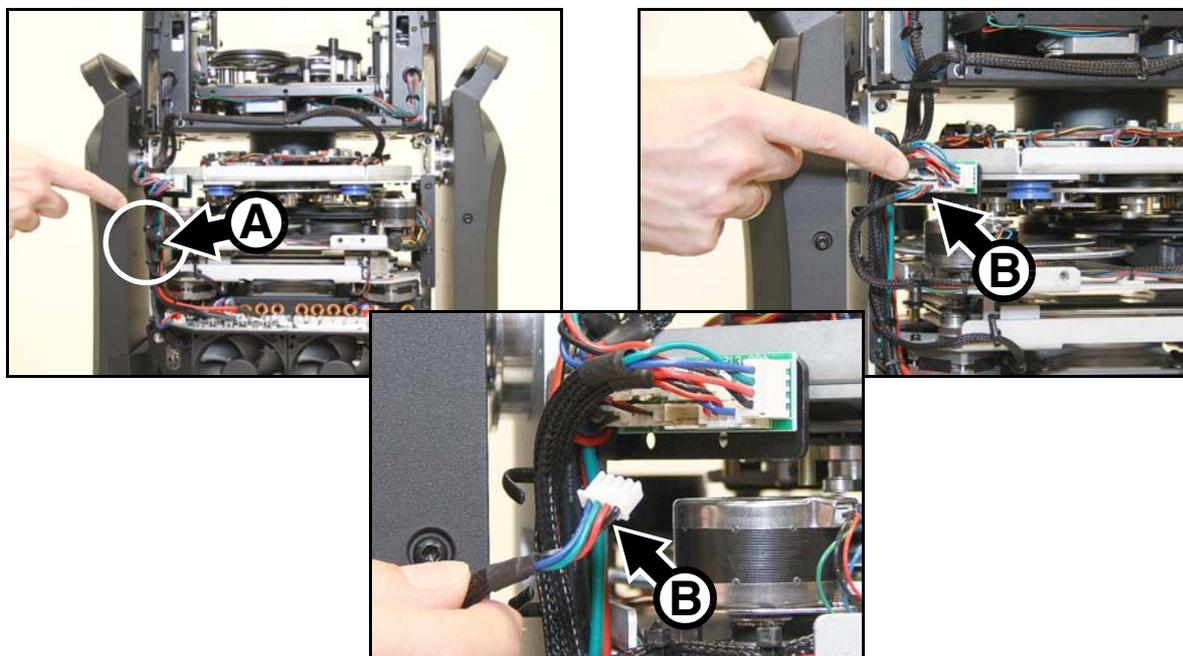

Figure 12: Déconnexion du module d'effets
4. Voir Figure 12. Pliez l'âme du passe câble au niveau de l'ouverture **A**.